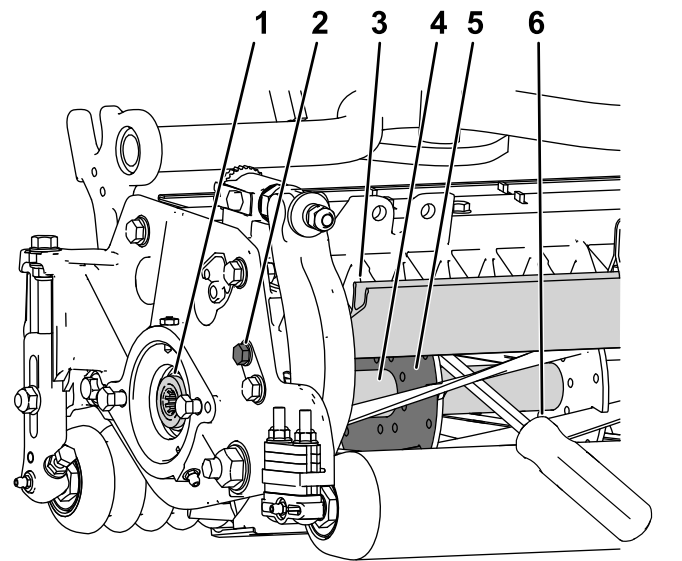

Figura 28
1. Afloje el perno del deflector a la izquierda de la unidad de corte y eleve el deflector trasero (Figura 28).
2. Inserte una palanca de mango largo (se recomienda de 3/8" x 12" con mango de destornillador) por la parte trasera del molinete de corte, lo más cerca del lateral de la unidad de corte que va a apretar (Figura 28).
3. Coloque la palanca contra la parte soldada de la placa de soporte del molinete (Figura 28).